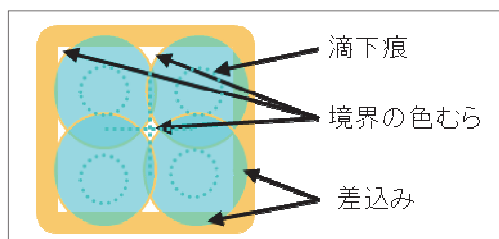

図3 従来方式による課題
①液晶材料の広がり不良、真空溜り②色むら、滴下痕③応答性向上等があり、液晶材料を極微量且つ高精度で平坦化塗布できる技術と装置の開発が求められていた(図3)。